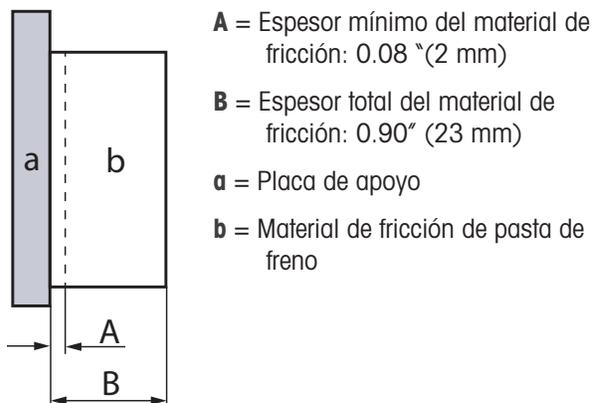

Figura 7: Medición de espesor del material de fricción del freno
**Para evitar que el rotor del freno se dañe, las pastas de freno se deben cambiar cuando la pasta alcance la parte más fina del límite de desgaste (Figura 7, A). El espesor residual de las pastillas no puede disminuir a menos de 0.08" (2 mm) medido desde la placa de apoyo (Figura 7, a).**